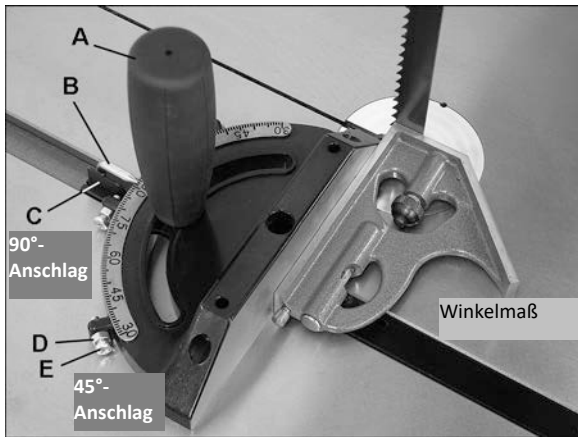

Fig 22
Der Gehrungsanschlag hat Fixanschläge für 90° und 45°: Zum Verstellen, lösen Sie die Muttern (D, Fig 22) und verdrehen Sie die Anschlagsschrauben (E).